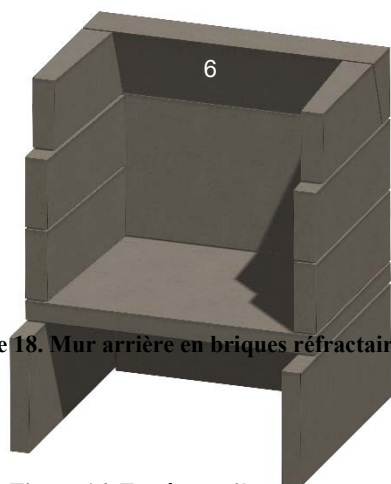

Figure 16. En-tête arrière
H. Installez l'en-tête arrière (6). Voir la figure 16.